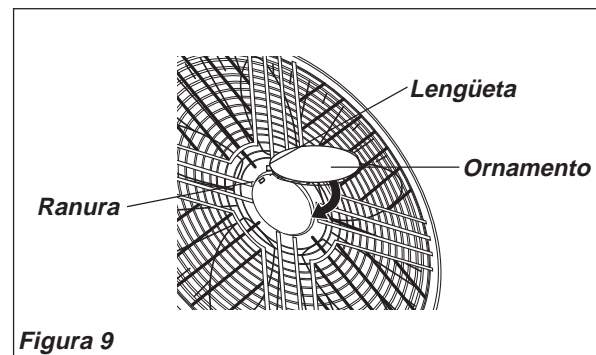

Figura 9
6. Con el cabezal del ventilador en posición vertical, alinee el **Adorno** de la **Parrilla Delantera** de modo que quede horizontal y con el lado debido hacia arriba. Empiece en la parte superior de la parrilla y siga hacia abajo, insertando las **Trabas** de la **Parrilla Trasera** en las **Ranuras** de la **Parrilla Delantera**. **(Figura 9)**